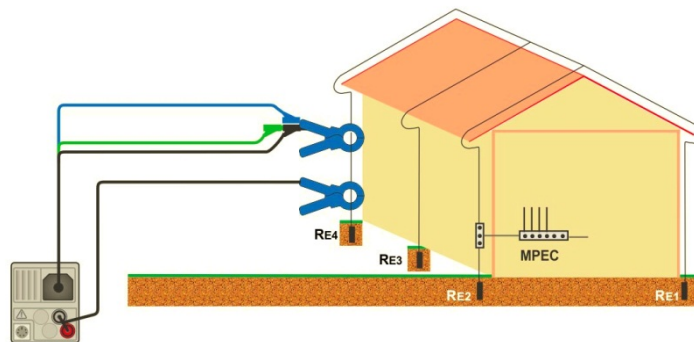

Abbildung 7.53: Berührungslose Erdungswiderstandsmessung
- Schließen Sie die Prüfleitungen am Prüfling an, siehe Abbildung 7.53.